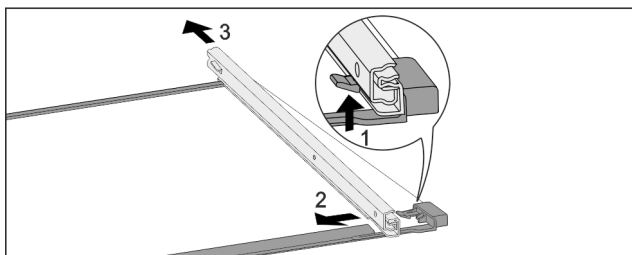

Fig. 174 Steklена plošča z vodili
- ▶ Sprednji zaskočni kaveljček potisnite navzgor. Fig. 174 (1)
- ▶ Izvlačno vodilo potisnite Fig. 174 (2) na stran Fig. 174 (3) in nazaj.